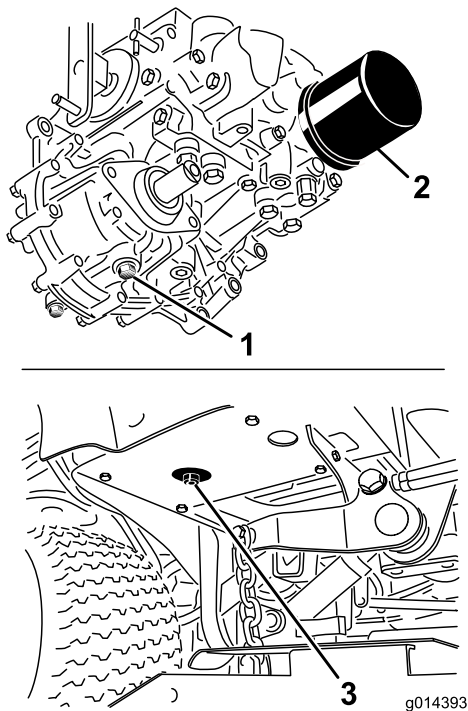

Figura 53
3. Coloque un recipiente grande debajo del depósito de fluido hidráulico y el alojamiento de la transmisión y retire los tapones para vaciar todo el fluido hidráulico (Figura 53).
4. Limpie la zona alrededor del filtro de fluido hidráulico y retire el filtro (Figura 53).